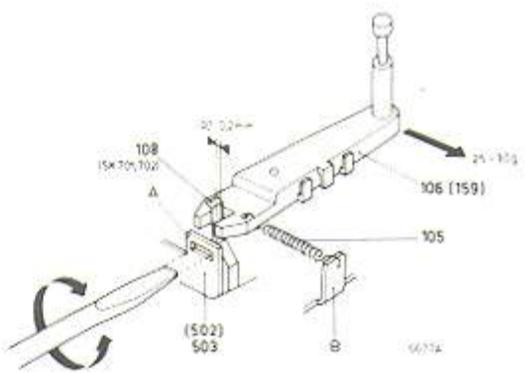

Fig. 11
D. EINSTELLUNG DER BANDSPANNUNGSREGELUNG (Fig. 11)
- Der Abstand zwischen dem Mittenkontakt des Schalters 108 und der Seite des Schlitzes im Bandspannungsvergleichselement 106 (159) in Ruhelage soll 0,1-0,2 mm sein. Einstellen durch Biegen der Zunge A.